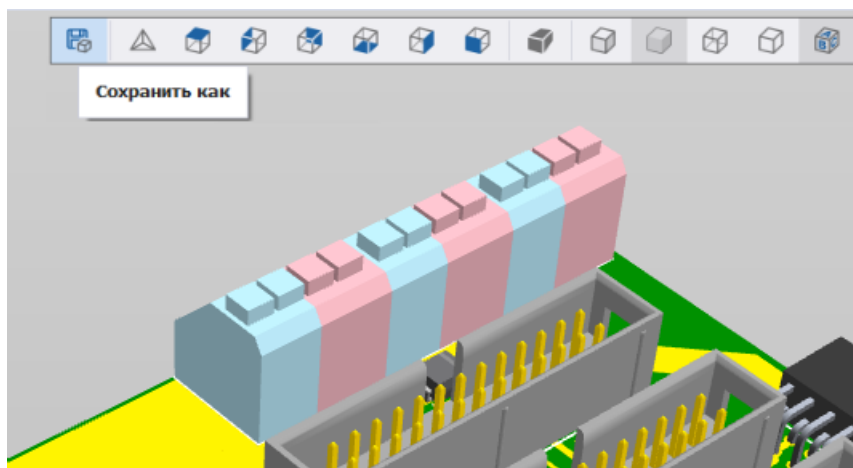

Рис. 485 Сохранение 3D модели
1. Нажать на кнопку  «Сохранить как», расположенную в верхней части окна редактора, см. Рис. 485.